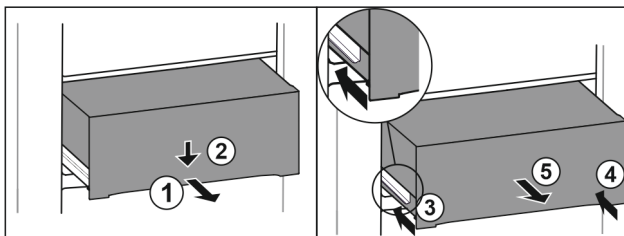

Fig. 154
- ▶ Витягніть ящик на половину. Fig. 154 (1)
- ▶ Спрямуйте висувний ящик вниз спереду. Fig. 154 (2)
- ▶ Вставте ліву рейку приблизно на 2 см. Fig. 154 (3)
- ▶ Вставте праву рейку приблизно на 2 см. Fig. 154 (4)
- ▶ Вийняти висувний ящик рухом вперед. Fig. 154 (5)